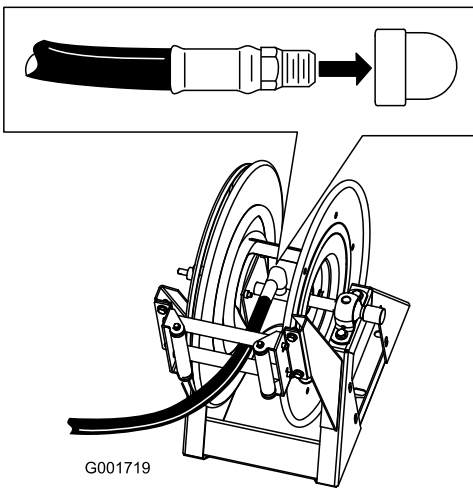

図 19
1. ホース（長）のフィッティングのネジ部にテフロンテープを巻き、フィッティングをリールの接続チューブに差し込む（図 19）。